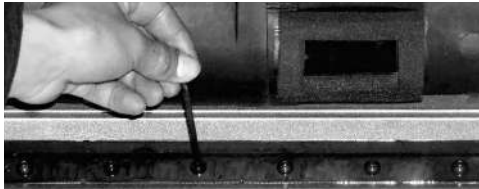

Рис. 3
2. Ослабьте и открутите 6 винтов из крышки ножевого блока (Рис. 3).